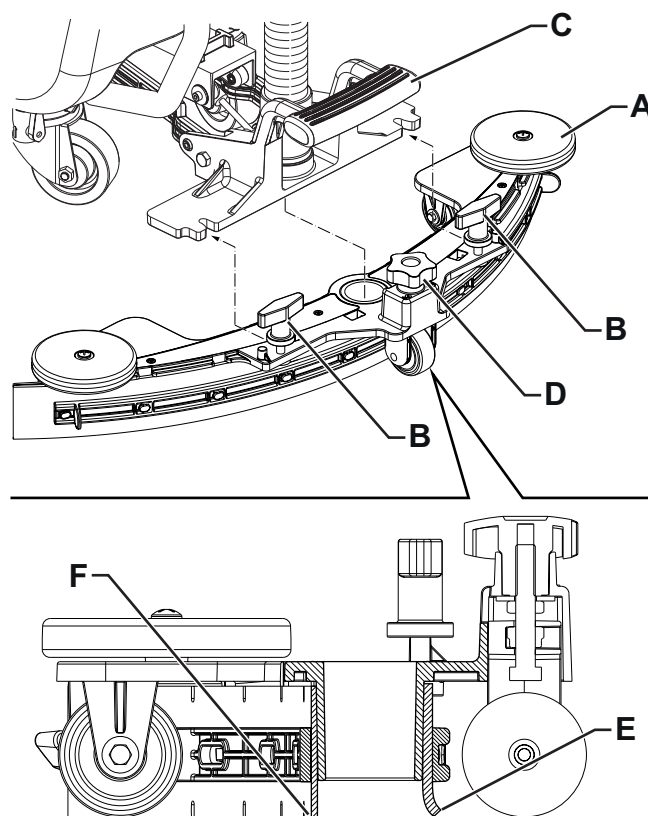

Рис. 2
1. Установите швабру (А, Рис. 2) и закрепите ее на скобах (С) при помощи маховиков (В).
2. При необходимости отрегулируйте швабру с помощью кнопки (D), чтобы задний (Е) и передний скребок (F) касались пола как показано на рисунке.